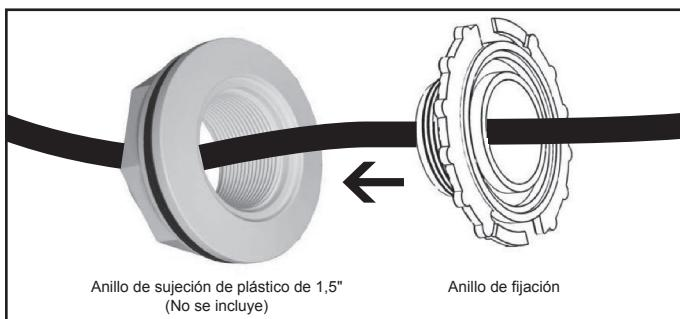

Figura 2. Instale el anillo de fijación de forma segura al accesorio de la pared de la piscina de 1,5"
2. Retire el anillo de fijación de la luz y coloque el anillo de fijación al accesorio de la piscina de 1,5". Véase Figura 2.